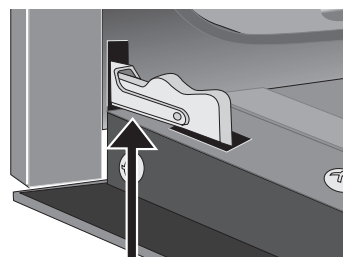
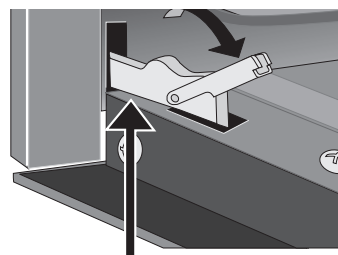

Figure 37 : Charnière de porte verrouillée
Figure 38 : Charnière de porte déverrouillée
2. Tirer le verrou situé sur chaque support de charnière vers l'avant du four jusqu'à ce qu'il s'immobilise. Vous devrez peut-être appliquer un peu de pression ascendante sur le verrou pour le tirer (Figure 37 et Figure 38).
4. Pousser les verrous de charnière vers le haut et de part et d'autre du cadre de four en position de verrouillage (Figure 37).